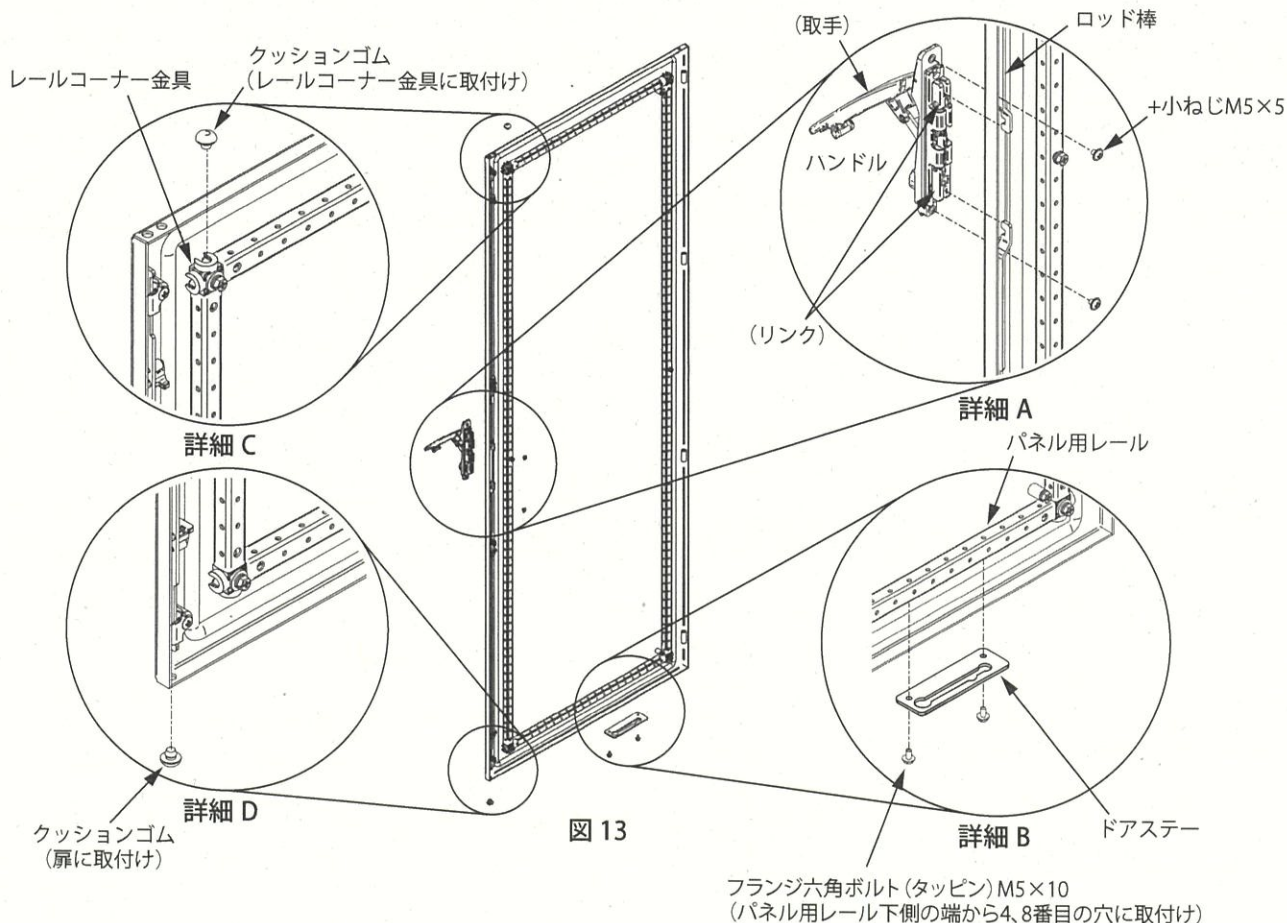

図13
- (3) ハンドルの取手を開いたまま、扉の裏より+小ねじM5×5を外してください。(図13 詳細A)
- (4) ハンドルを逆向きにして取付けてください。ロッド棒にハンドルのリンクが掛かり、取手の動作に連動してロッド棒が上下することを確認してください。
- (5) ドアステーおよびクッションゴム2個を上下対象位置に付け替えてください。(図13 詳細B、C、D)
【ご注意】 ドアステーは抜き穴の向きに注意して取付けてください。(図13, 詳細B)